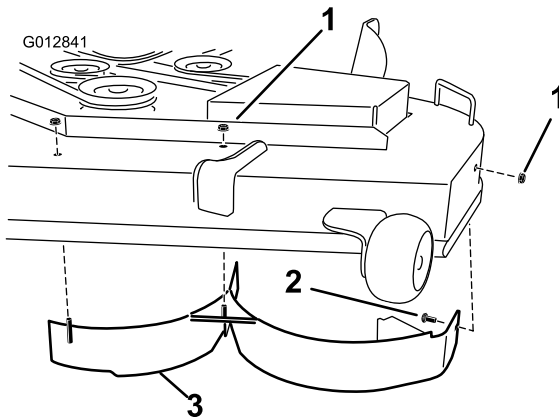

Figura 29
6. Remova as duas porcas de bloqueio (5/16 pol.) presas aos postes soldados do abafador esquerdo na parte superior da plataforma do cortador nas posições central e esquerda (Figura 29). Remova o parafuso de carroçaria e porca de bloqueio na parede lateral da plataforma do cortador que prende o abafador esquerdo à plataforma.
7. Remova o abafador esquerdo da plataforma de corte como se mostra na Figura 29.